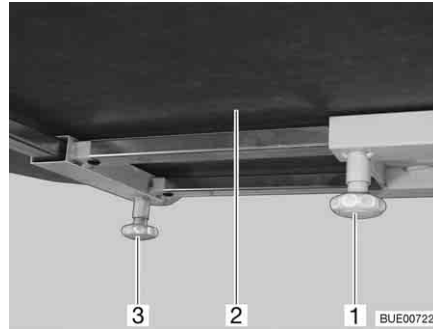

Fig. 95 Mesa fija
- Aflojar el tornillo moleteado (Fig. 95,1).
- Desplazar a la posición deseada el tablero de la mesa (Fig. 95,2).
- Aflojar el tornillo moleteado (Fig. 95,3).